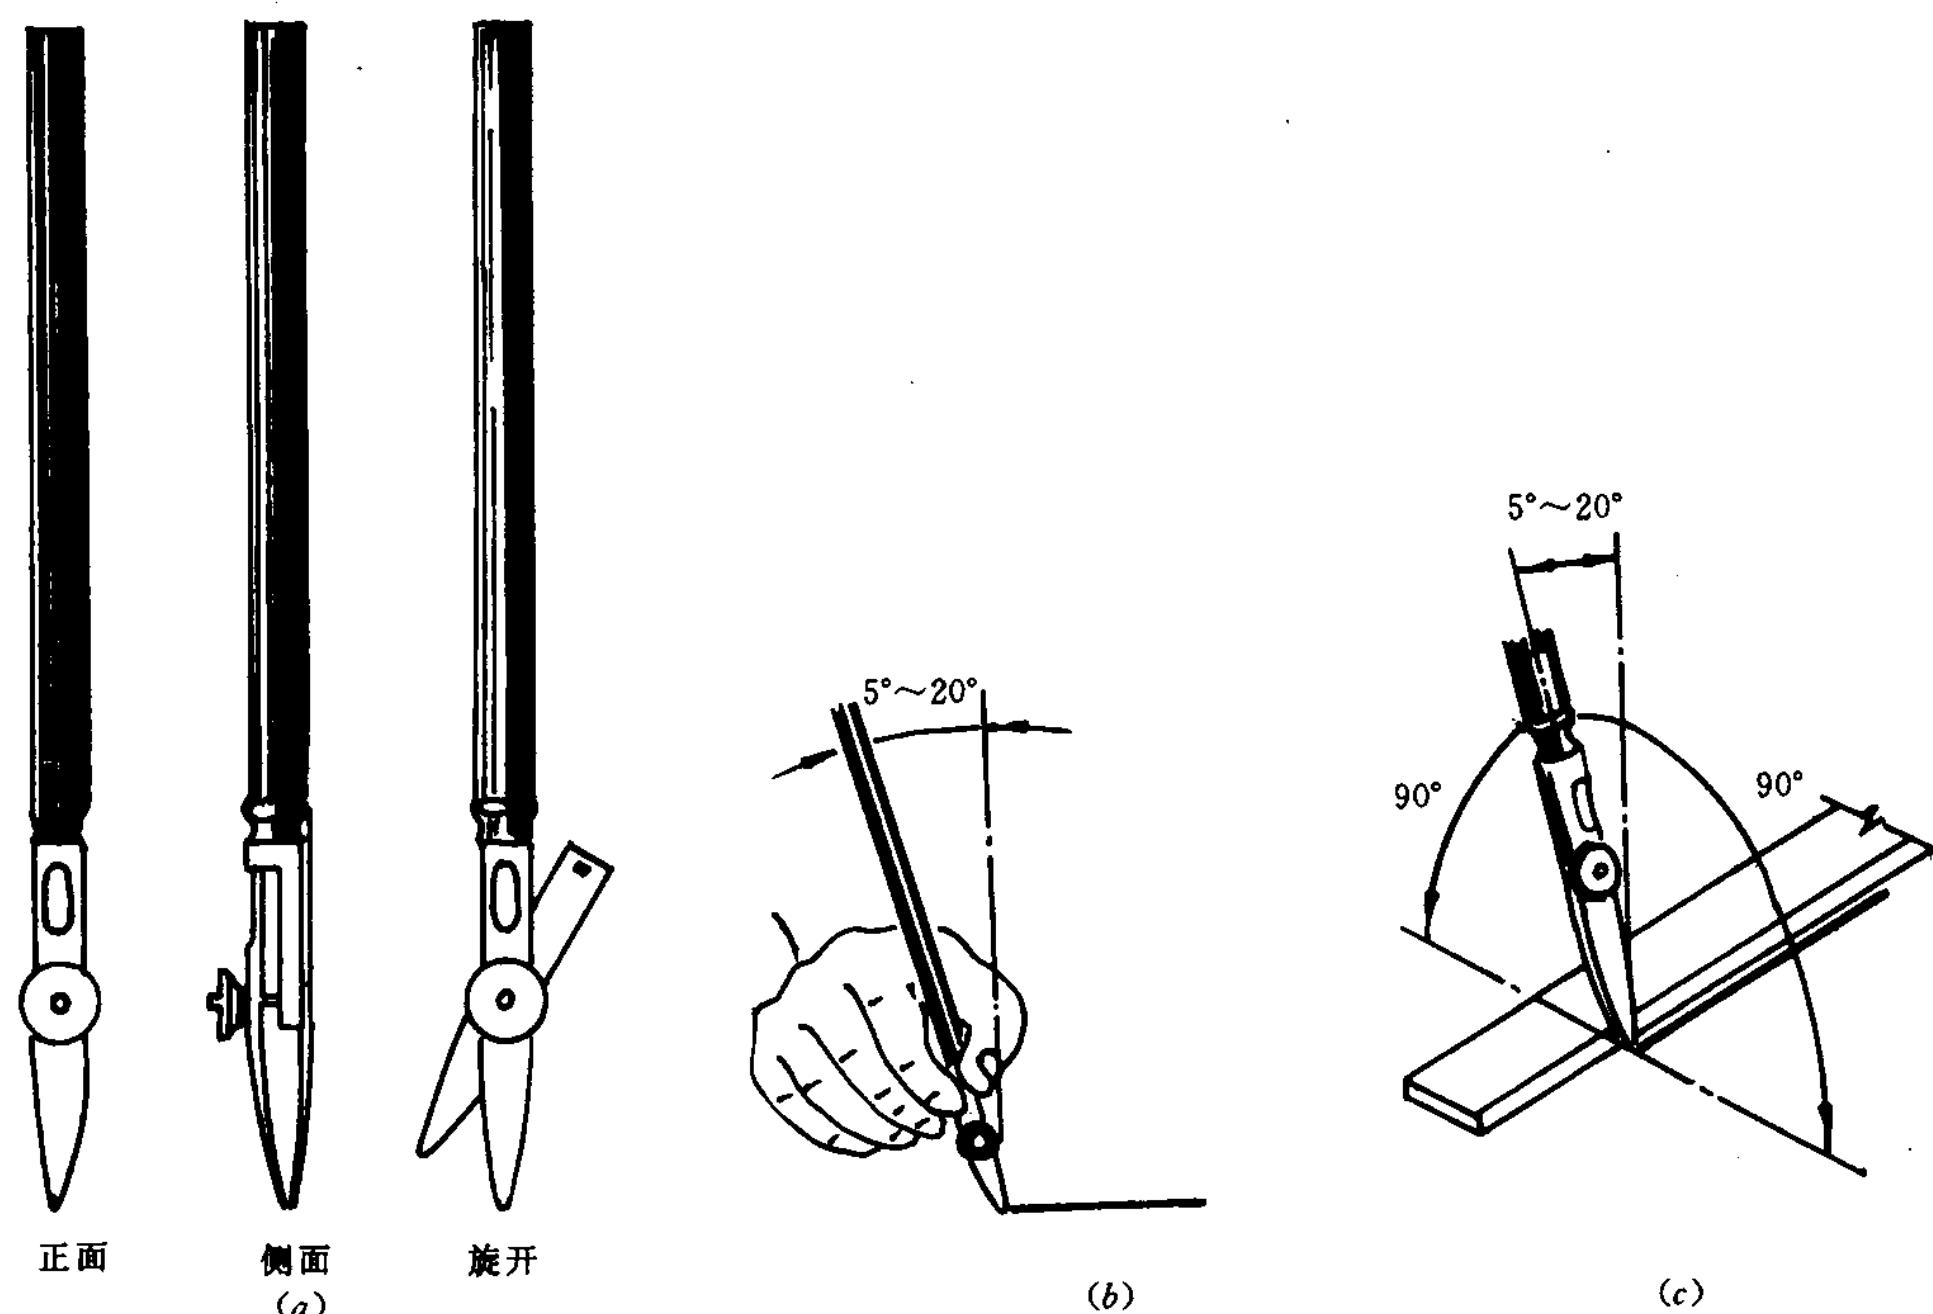

图 1-11 鸭嘴笔及其执笔方法
4. 直线笔（鸭嘴笔） 直线笔是描图上墨用的画线工具。使用时拧螺针调好两叶片的间距以决定墨线的粗细，加墨水时要用墨水瓶上的吸管或小钢笔将墨水滴入两叶片之间，墨水的高度约为 5—6 毫米。画墨线时，两叶片要同时均匀地接触纸面，笔要向前进方向倾斜  $5^{\circ} \sim 20^{\circ}$  角（图 1-11），笔尖不要过于靠紧尺身而外倾，也不要内倾，运笔速度要均匀。直线笔用后要及时把叶片内外擦净并松开调整螺母保存。